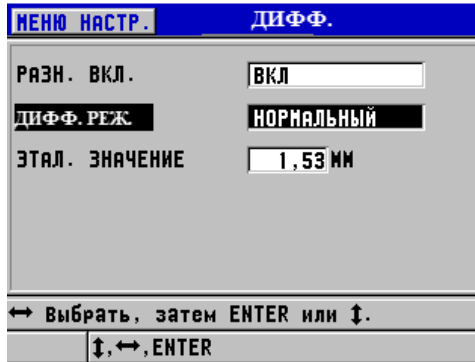

Рис. 7-2 Окно ДИФФ.
2. На странице диалогового окна **ДИФФ.** (см. Рис. 7-2 на стр. 137):